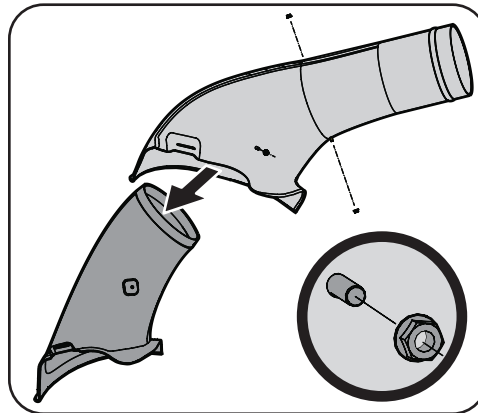

Figura 4-11
- Si la plataforma de corte es de 46", tendrá que quitar el adaptador de arranque de la cubierta de 42" que está preinstalado en este kit. Quite 3 tuercas (712-0380) y 3 tornillos T30 (710-1193A) con la llave T30 incluida (727-05140). Deslice el adaptador de arranque desde el arranque. Vuelva a instalar 3 tuercas (712-0380) y 3 tornillos T30 (710-1193A), como se muestra en la Figura 4-11.